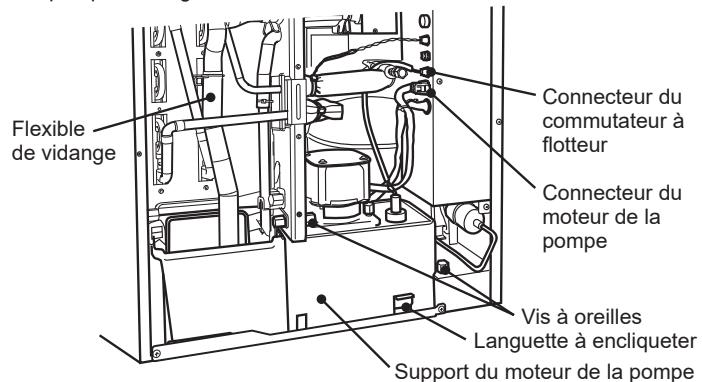

Fig. 3
- 2) Desserrer les deux vis à oreilles fixant le support du moteur de la pompe. Voir fig. 3.
Veiller à faire passer le tuyau d'évacuation derrière le tube en cuivre et à le raccorder correctement. Voir fig. 3. Dans le cas contraire, le tuyau de décharge peut être coincé dans l'isolation avant, entraînant des résultats incorrects.